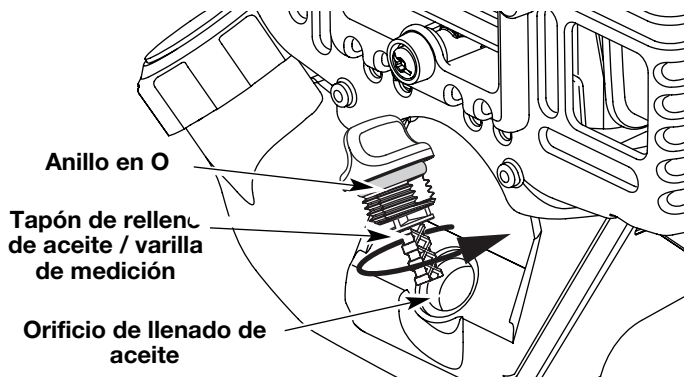

Fig. 25
6. Si el nivel está bajo, agregue una pequeña cantidad de aceite en el orificio de llenado de aceite y vuelva a medir (Fig. 25). Repita hasta que el nivel de aceite llegue hasta la parte superior de la varilla de medición.
NOTA: Verifique que el anillo en O esté en su lugar en el tapón de relleno de aceite / varilla de medición cuando mida y cambie el aceite (Fig. 25).